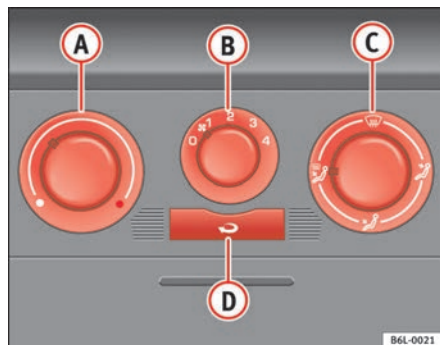

Fig. 91 Mandos de la calefacción en el tablero de instrumentos
- Con los reguladores ⇒ fig. 91 A y C y con el mando B se regula la temperatura, la distribución del aire y la velocidad de la turbina.